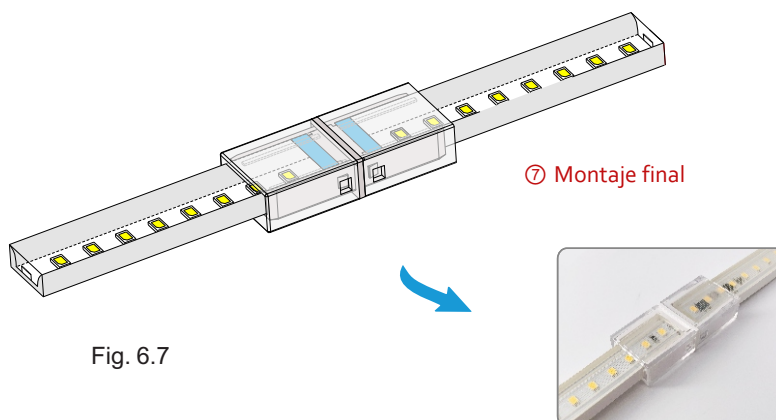

Fig. 6.7
- Fig. 6.7 — Montaje finalizado.